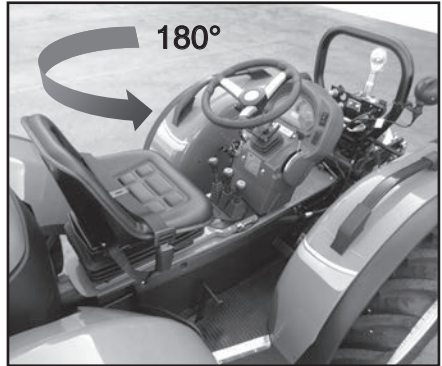

Abb. 5.32
In der Ausführung als Wendetraktor kann der Fahrerplatz (Sitz, Lenkrad, Baugruppe Armaturenbrett-Instrumente) um 180° gedreht werden für den Einsatz in umgekehrter Position (Abb. 5.32).
- Den Feststeller (22) lösen, den Sitz herunterlassen und sicherstellen, dass der Fahrerplatz in der neuen Position blockiert ist (Abb. 5.32).